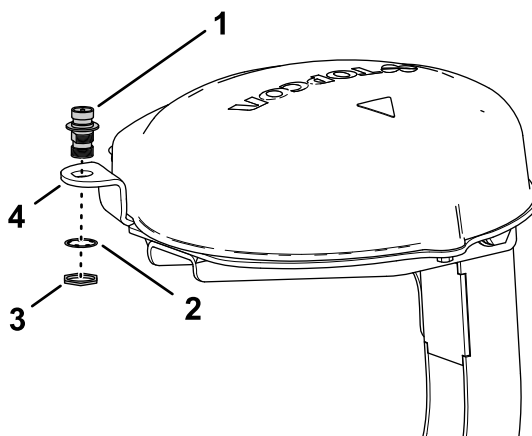

図 156
1. 同軸カップラのねじ部分を下に向けて RTK アンテナ用フランジの開口部に通す 図 156。
2. ロックワッシャとジャムナットで同軸カップラを受信機プレートのフランジに組み付け、ジャムナットを手締めする 図 156。